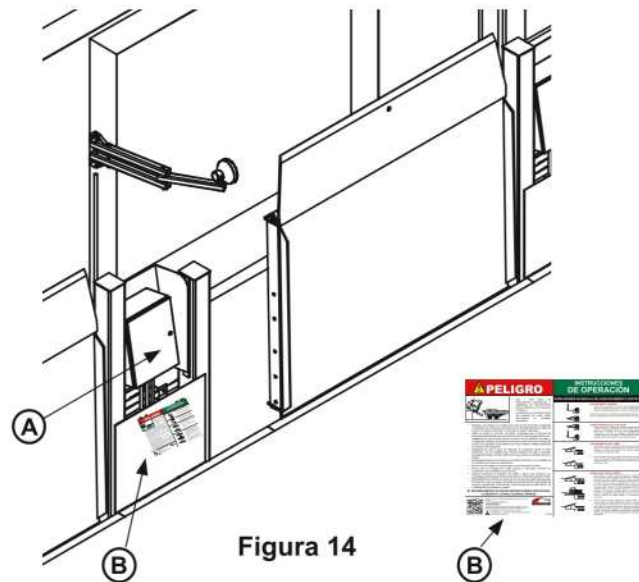
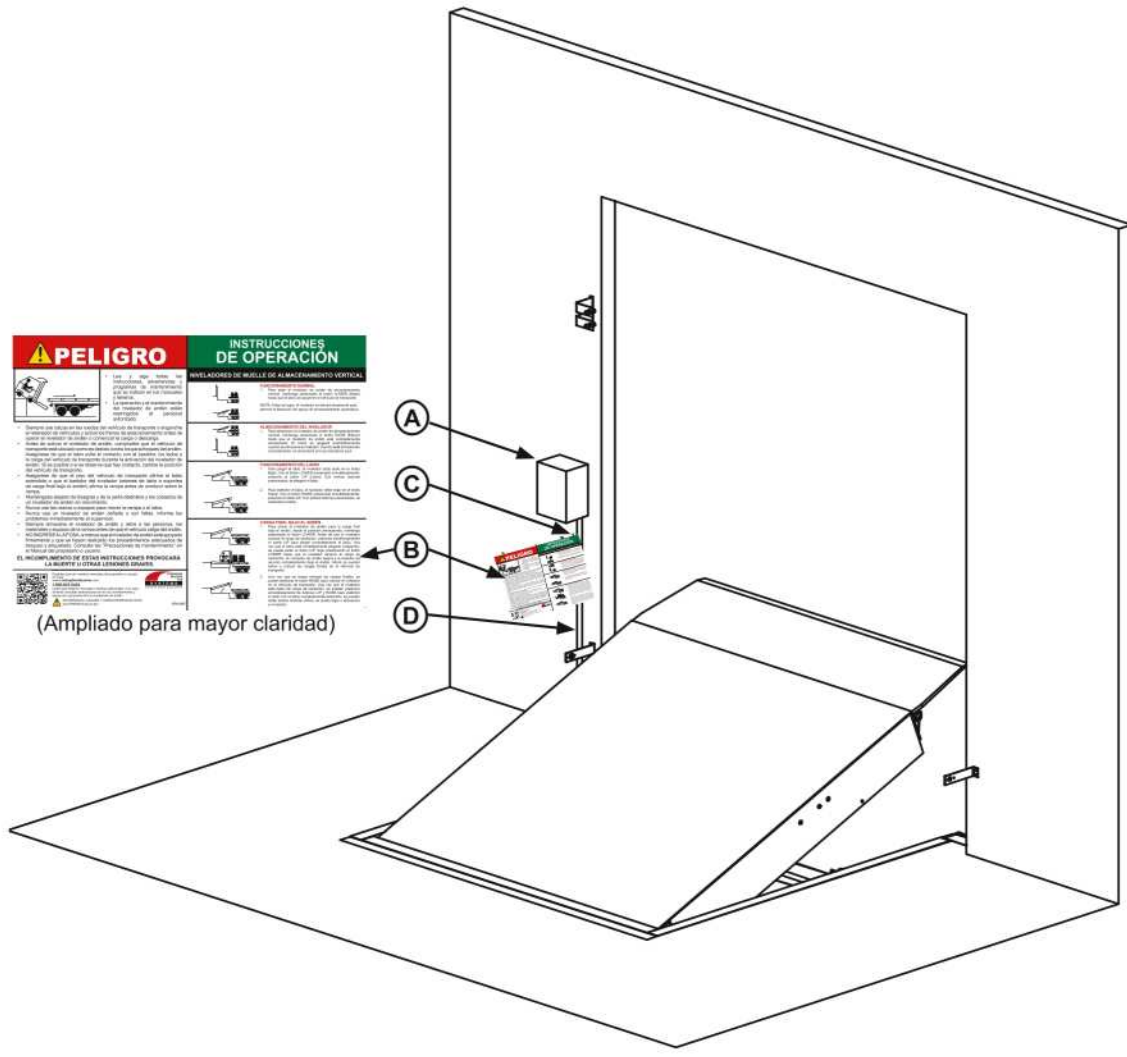

Figura 14
Figura 15
1. Si se montará en la pared, monte el panel de control (A) de modo que la distancia entre la parte inferior del panel de control y el piso del muelle (C) sea de 1219 mm (48 pulg.). Consulte la **Figura 15**. Si se montará en montante, monte la caja de control en el montante en la ubicación deseada. Consulte la **Figura 14**.
5. Instale el letrero (B). Asegúrese de que el letrero esté a plena vista de las operaciones del nivelador de muelle o del retenedor de vehículos. La ubicación sugerida del letrero es cerca de la caja de control fijada al conducto eléctrico, mediante el uso de un amarracables de nylon. Consulte la **Figura 14 o 15**, dependiendo del método de montaje de la caja de control.